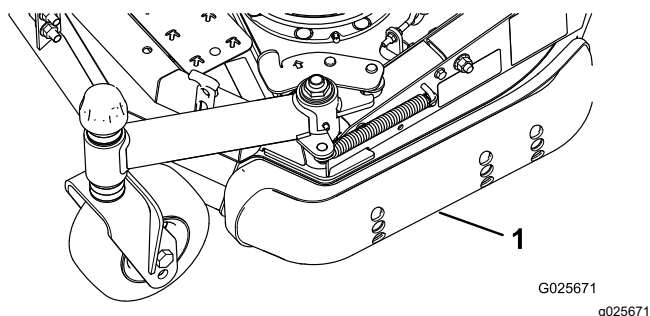

Figura 6
3. Desaperte o parafuso na frente de cada patim (Figura 6).